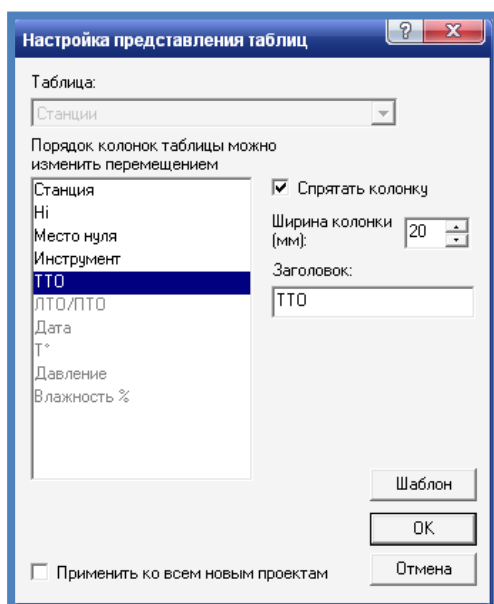

Рисунок 48 – Состав верхней таблицы вкладки Измерения
3. Редактируем состав колонок таблицы (граф), названия граф параметров измерений, их взаимное расположение в верхней таблице (Рис. 48):